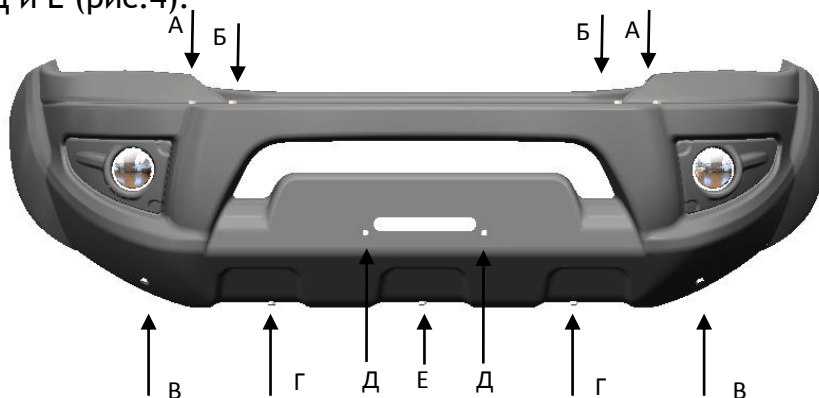

Рис.4
3. Отсоединить металлический каркас от композитного бампера, вывернув болты А, Б, В, Г, Д и Е (рис.4).
9. Установить композитный бампер на металлическом каркасе. **Внимание!** Сначала вернуть болты А и Б, затем притянуть бампер к металлическому каркасу болтами Д, и затем вернуть болты В, Г и Е (рис.4). При наличии неравномерных зазоров снять композитный бампер и повторить пункт 7 инструкции с необходимыми регулировками.